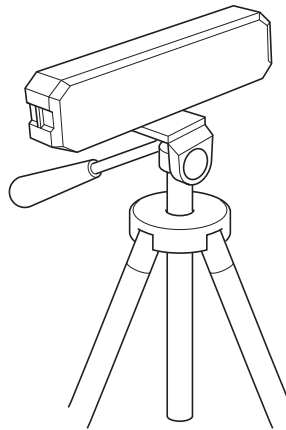

Fig 3
- Baza multifuncțională dispune de un filet standard M 6,35 x 1,25 pentru atașare la trepied (nu este inclus) (Fig. 3). Acesta este ideal pentru a alinia la nivel dulapuri de bucătărie, blaturi de lucru, cadre de ferestre și așa mai departe.